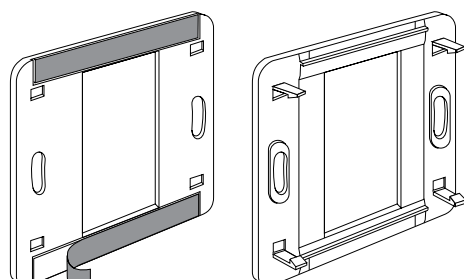

Fig.2A: châssis
- Enlevez les bandes protectrices au dos du châssis. Collez le châssis où l'émetteur doit venir et poussez bien (fig.2A).